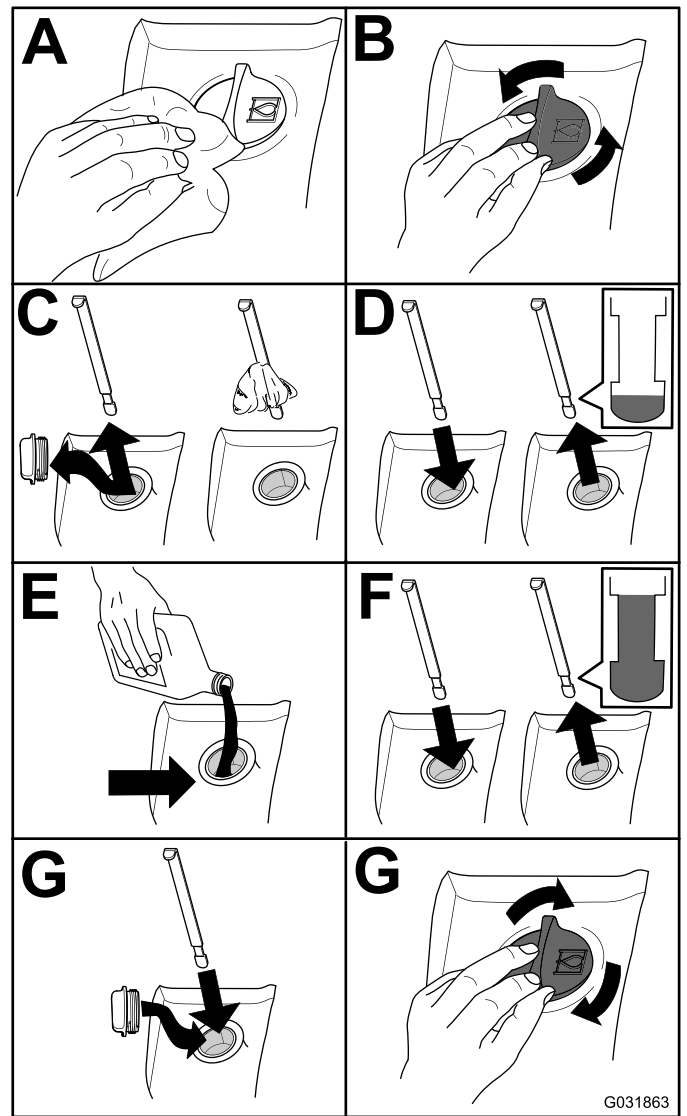

Figura 78
2. Controllate il livello del fluido idraulico (Figura 78).